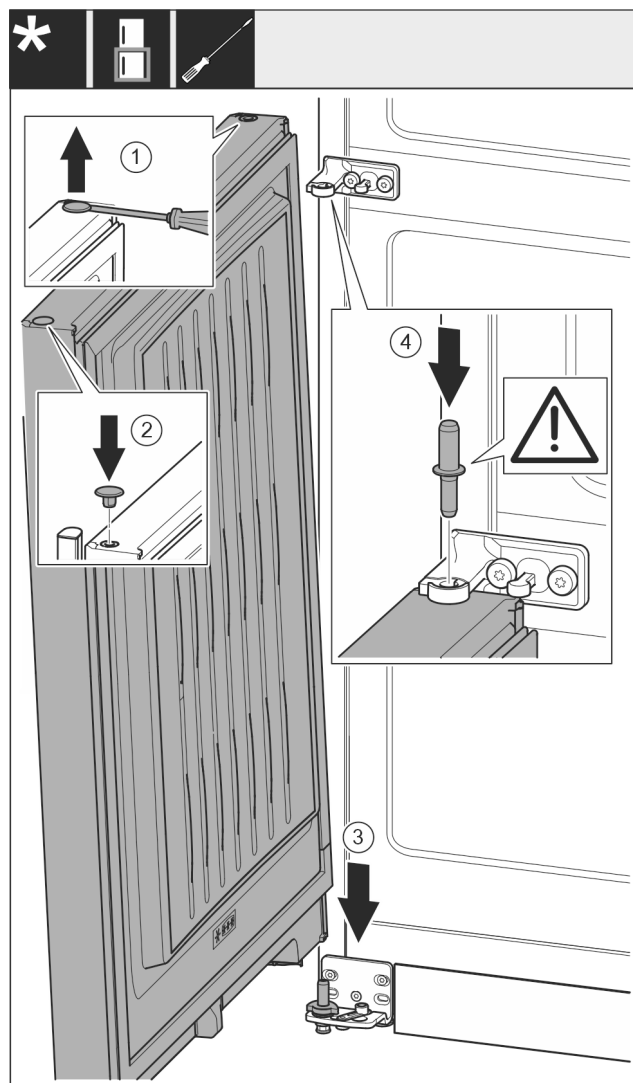

Fig. 22
- Осторожно приподнимите шлицевой отверткой заглушку Fig. 22 (1) и извлеките ее.
- Снова установите заглушку Fig. 22 (2) с другой стороны двери.
- Установите дверь Fig. 22 (3) сверху на нижний опорный палец.
- Вставьте средний опорный палец Fig. 22 (4) через средний опорный кронштейн в нижнюю дверь. При этом проследите за тем, чтобы выступ фиксатора был направлен назад.